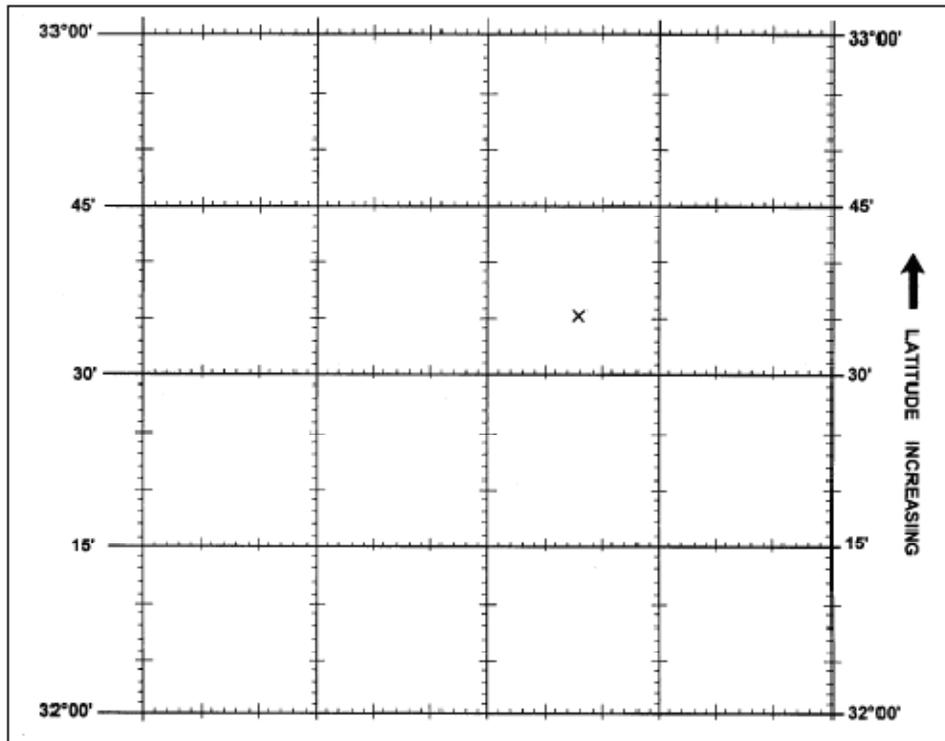

Figure 011-141-0001-1. Degrees and minutes of latitude
2. Locate degrees and minutes of latitude (figure 011-141-0001-1).